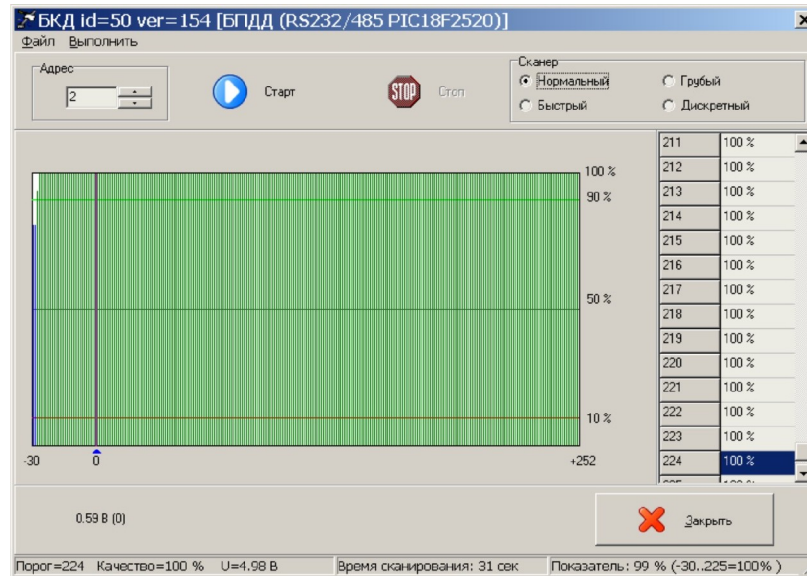

Рисунок 20
- 3) В окне «Поиск» выбрать команду «Сканер». В открывшемся окне установить признак «Нормальный» и ввести команду «Старт» (рисунок 20). Дождаться окончания сканирования. Проверить, что при пороге от «минус 27» до «плюс 255» качество связи 100%.